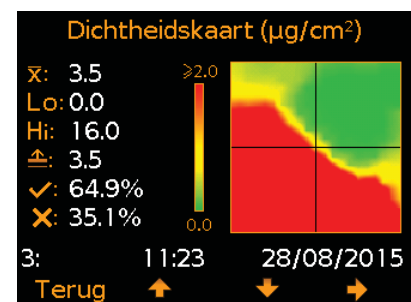

Fig. 17: Zoutdichtheidskaart
- 3) Zoutdichtheidskaart (Fig. 17)